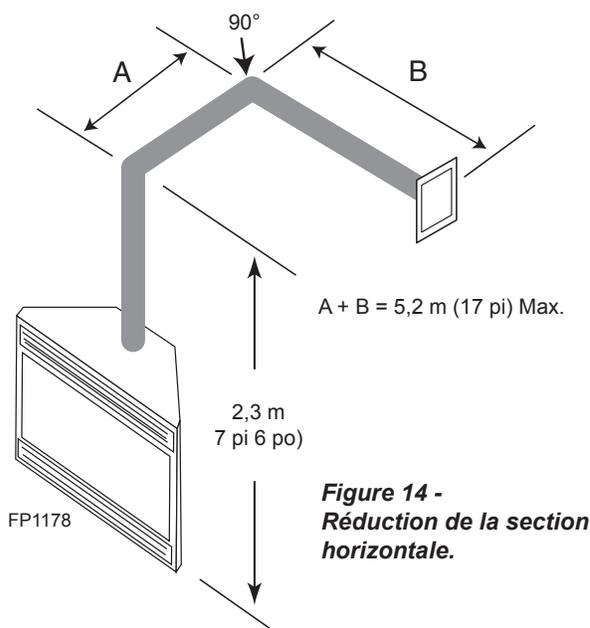

Figure 14 -
1. Déterminez la hauteur du centre du conduit de ventilation horizontal sortant du mur extérieur. Reportez cette dimension sur le Graphique de ventilation du mur latéral à la Figure 14, afin de localiser le point d'intersection avec la ligne diagonale du graphique.